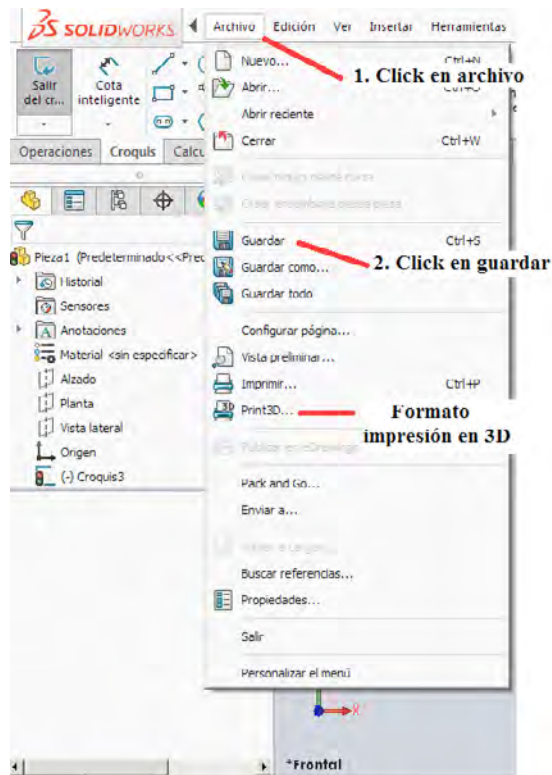

Figura 1-9
10. Con la medición finalizada se procede a guardar el croquis en alguno de los diferentes formatos con los cuales cuenta el software **SolidWorks**, el formato de almacenamiento está directamente relacionado con el tipo de desarrollo posterior que se desee realiza con pieza realizada en la figura 1-9 se muestra la ventana de guardado